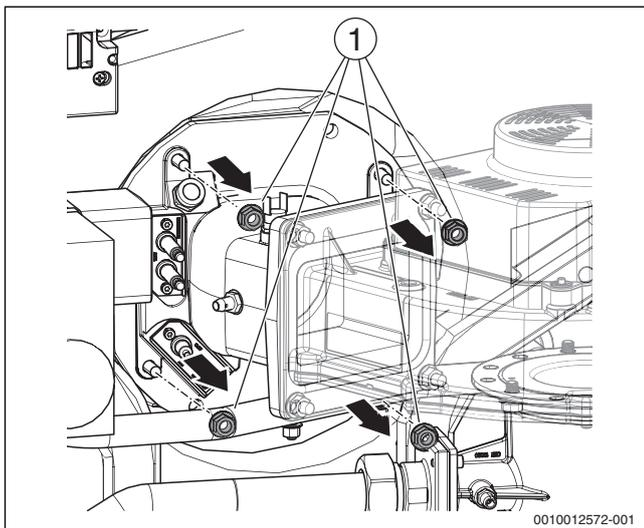
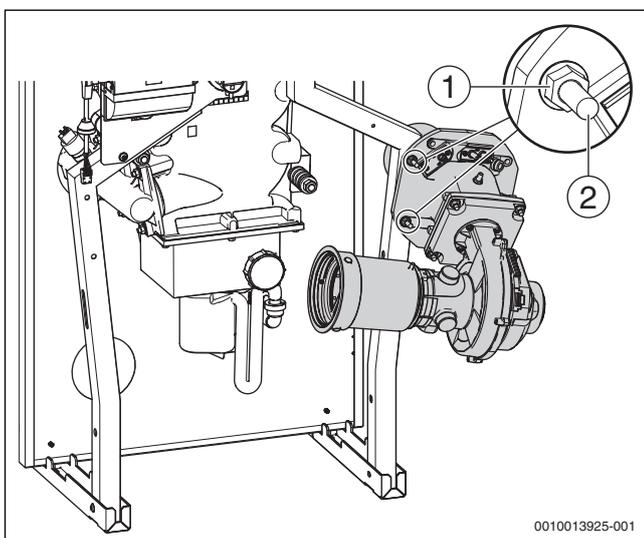

Bild 42 Muttern am Gemischkrümmer lösen
Bild 43 Brenner in Wartungsposition (Montage rechts)
► Brenner mit Flansch auf die werkseitig montierten Schrauben (→Bild 43, [2]) aufstecken und mit zwei der zuvor entfernten Befestigungsmuttern (→Bild 42, [1]) sichern.